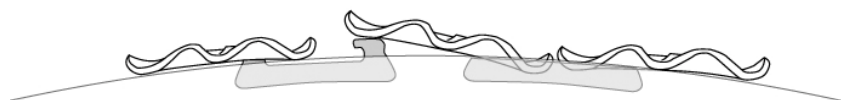

Fig. 4
4. Avancer la voiture jusqu'à quand la partie libre de la chaîne touche la partie bloquée par le lien de serrage (Fig. 4). Lors de premiers montages, il est conseillé de se faire aider par une autre personne pour s'assurer que la roue ait assez tourné.